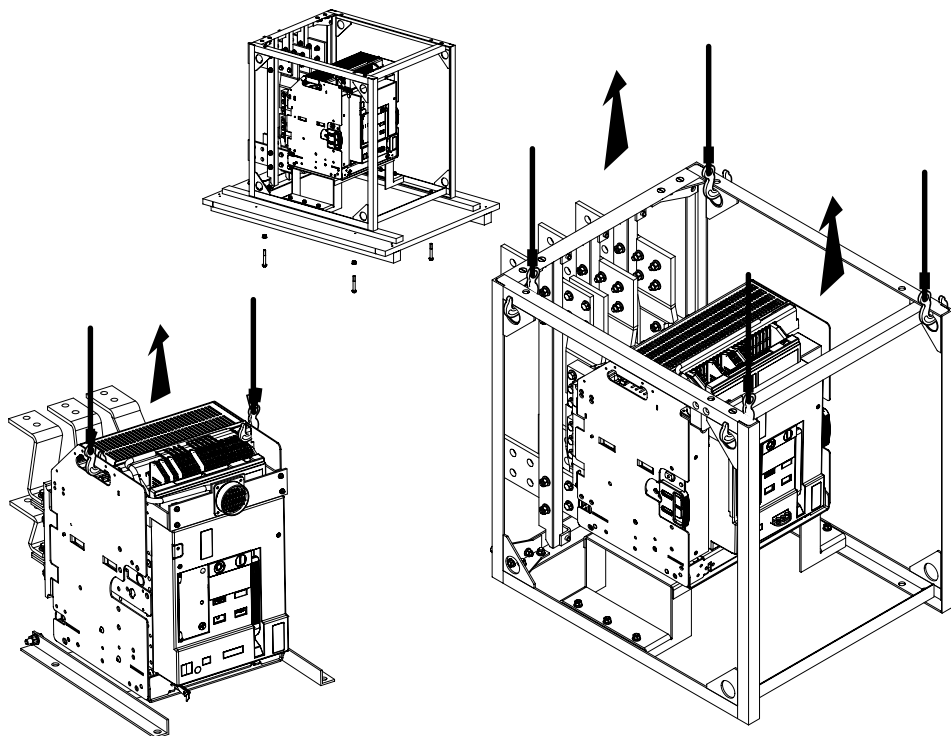

Рисунок 8. Порядок выполнения такелажных работ и работ по упаковке Электрон ЭХХВ Про
- 1.6.7** Для удобства выполнения такелажных работ в выключателях Электрон ЭХХВ Про предусмотрены подъемные технологические отверстия, см. рисунок 8.